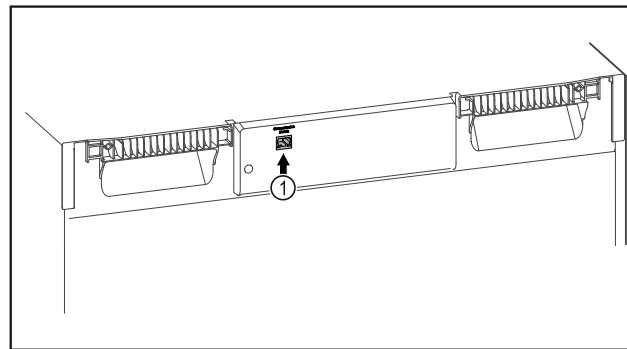

Fig. 154
- SmartModule Fig. 154 (1) встановлено.